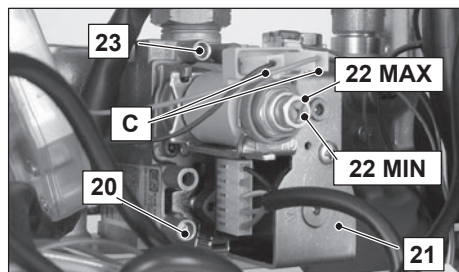

Figura 7.3
Prelevare un'abbondante quantità d'acqua calda sanitaria. Confrontare il valore di pressione misurato con quello indicato nelle tabelle Pressione gas massima al bruciatore. Per tarare la pressione al bruciatore agire sul dado esagonale grande in ottone dell'operatore modulante 22 MAX in Figura 7.3 (ruotando in senso orario la pressione aumenta).
- Sconnettere il filo di alimentazione C dell'operatore modulante 22. Fare attenzione che non vada a toccare le parti metalliche della caldaia Figura 7.3.
- Confrontare il valore di pressione misurato con quello indicato nelle tabelle Pressione gas minima al bruciatore. Per tarare la pressione al bruciatore agire sulla vite in plastica (22 MIN. in Figura 7.3) tenendo fermo il dado esagonale in ottone grande (22 MAX. in Figura 7.3) dell'operatore modulante (ruotando in senso orario la pressione aumenta).
- Collegare il filo di alimentazione C in Figura 7.3 dell'operatore modulante.
- **Chiudere molto bene la presa di pressione 23 in Figura 7.3.**
**IMPORTANTE:** Dopo ogni misurazione delle pressioni gas, richiudere bene le prese di pressione utilizzate (20 e 23 in (Figura 7.3). Dopo ogni operazione di regolazione gas gli organi di regolazione della valvola devono essere sigillati.
- Aprire la presa di pressione 23 in (Figura 7.3 e collegare un manometro.